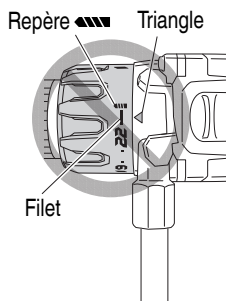

Fig. 17
- N'utilisez pas l'outil avec le sélecteur de débrayage positionné entre le chiffre "22" et la ligne au centre du symbole du foret "▨", vous risqueriez de l'endommager (Voir Fig. 17).